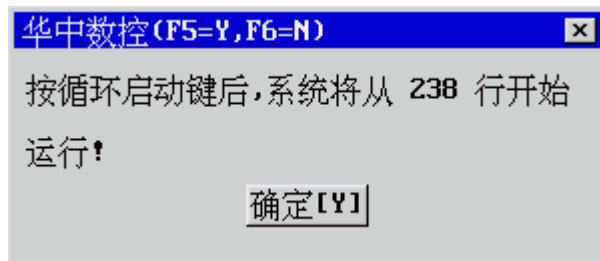

图 6.3.4 从红色行开始运行
- (4) 用 **▲**、**▼** 键选择“从红色行开始运行”选项，弹出如图 6.3.4 所示对话框；
- (4) 输入开始运行行号，弹出如图 6.3.4 所示对话框；
- (5) 按 **Y** 或 **Enter** 键，蓝色亮条移动到指定行；
- (6) 按机床控制面板上的“循环启动”按键，程序从指定行开始运行。
- (4) 用 **▲**、**▼** 键选择“从当前行开始运行”选项，弹出如图 6.3.4 所示对话框；
- (5) 按 **Y** 或 **Enter** 键，红色亮条消失，蓝色亮条回到移动前的位置；
- (6) 按机床控制面板上的“循环启动”按键，程序从蓝色亮条处开始运行。